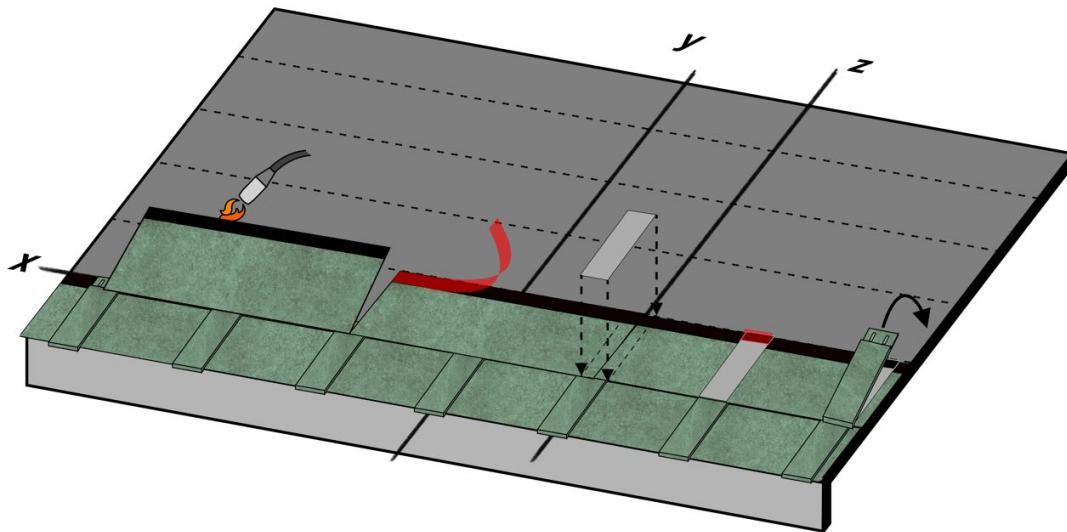

Fig. 22 - Posa della seconda fila di tegole
- Procedere con la posa della seconda fila di tegole: allineare il bordo laterale della prima tegola sulla verticale **z** e il bordo superiore sull'orizzontale distante 29 cm da **x** - vedi Fig. 22. Fissare la tegola alla membrana usando la fiamma del cannetto, come precedentemente descritto e sollevando la parte superiore della tegola con apposito strumento, Fig. 22. La fascia autoadesiva fisserà le tegole della seconda fila alle tegole sottostanti della prima fila. Procedere con la posa di tutte le tegole della fila, dei Compact Strips e dei Compact Clips.